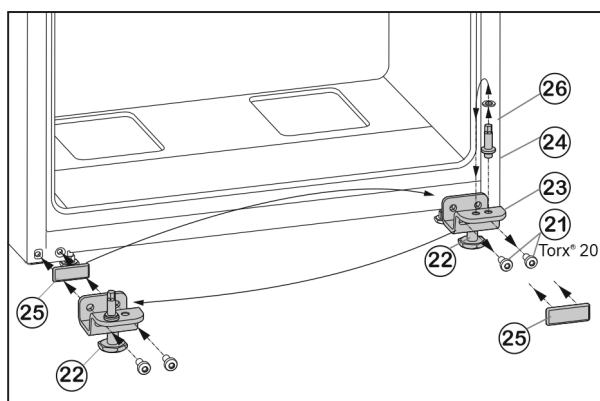

Fig. 7
- ▶ Atsukite tvirtinimo varžtus *Fig. 7 (21)*.
- ▶ Nuimkite visą apatinę atraminę gembę *Fig. 7 (23)* su atraminiu varžtu *Fig. 7 (24)*, poveržle *Fig. 7 (26)* ir reguliavimo kojele *Fig. 7 (22)*.
- ▶ Visiškai atsukite atraminį varžtą *Fig. 7 (24)* su poveržle *Fig. 7 (26)*, perkelti į priešingoje atraminės gembės pusėje esančią tvirtinimo angą ir vėl priveržkite.
- ▶ Atsargiai nuimkite dengiamąją plokštelę *Fig. 7 (25)* ir perkelti ją į priešingą pusę.
- ▶ Apatinę atraminę gembę *Fig. 7 (23)* su atraminiu varžtu *Fig. 7 (24)*, poveržle *Fig. 7 (26)* ir reguliavimo kojele *Fig. 7 (22)* vėl tvirtai prisukite kitoje lankstų pusėje, prireikus, naudodami akumuliatorinį atsuktuvą (**su 4 Nm**).
- ▶ Apatines duris iš viršaus uždėkite ant atraminio varžto *Fig. 7 (24)*.
- ▶ Išsukite reguliavimo kojele *Fig. 7 (22)* apatinėje atraminėje gembėje *Fig. 7 (23)*, kol ji priglus prie žemės.